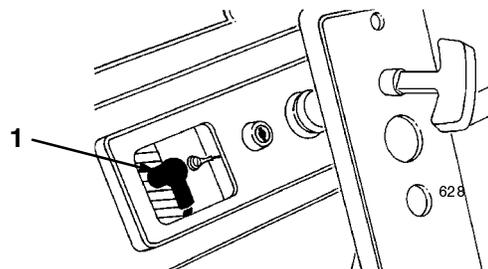

**Figure 16**
3. Enlevez les trois vis qui fixent le panneau de commande au carter (Fig. 16).
1. Enlevez les trois vis qui fixent le panneau de commande au carter (Fig. 16).